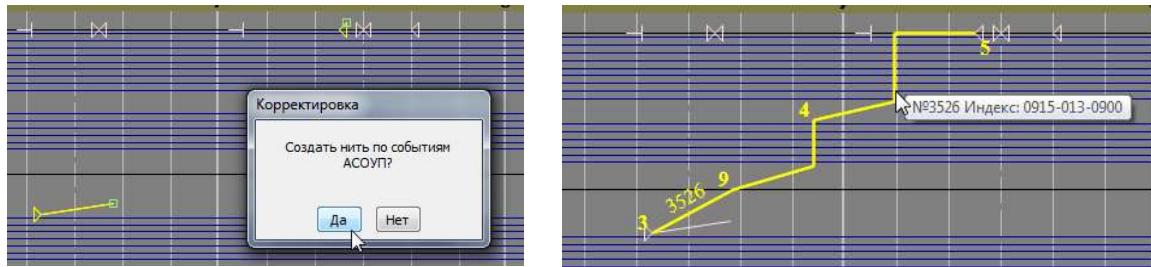

Рис.109. Создание нити по засечкам АСОУП
- в появившемся окне подтвердить создание нити по событиям АСОУП или отказаться от создания нити (см. рис.109).